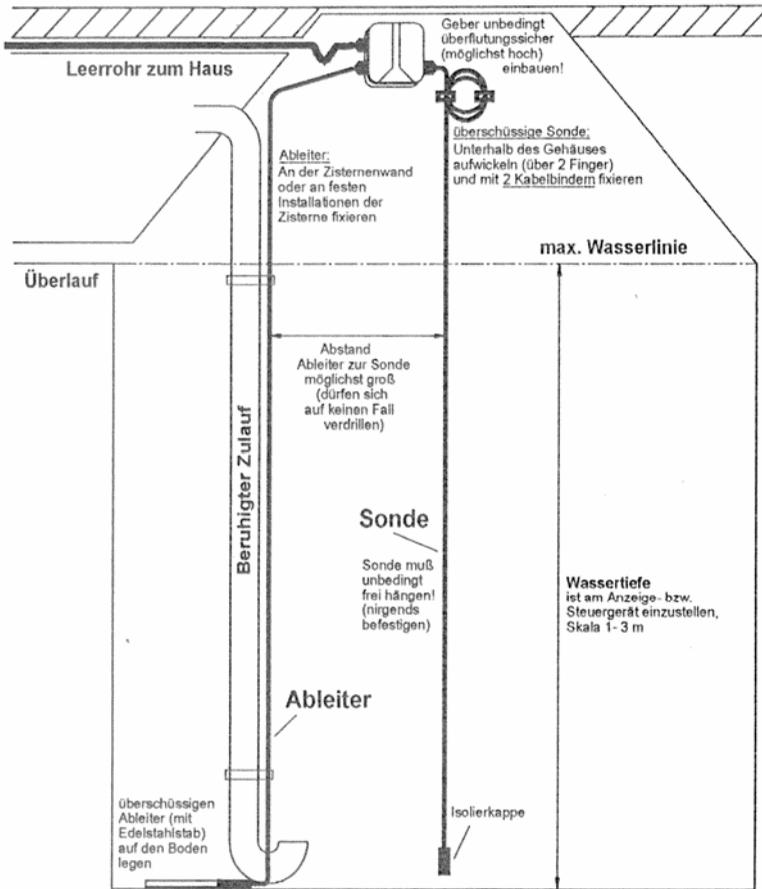

Bild 3
- Überschüssiges Ableiter-Kabel auf den Zisternenboden legen (s.Abb. 3)
Dazu Sonden-Kabel direkt oben am Gehäuse- Auslass über 2 Finger auf passende Länge (gerade Zisternenboden berührend oder knapp darüber) aufwickeln und den Wickel mit den 2 beiliegenden kurzen Kabelbindern fixieren (s.Abb. 3). Zur Feineinstellung kann die Sonde dann noch in den Kabelbinder gezogen werden. Dann Kabelbinder festziehen.